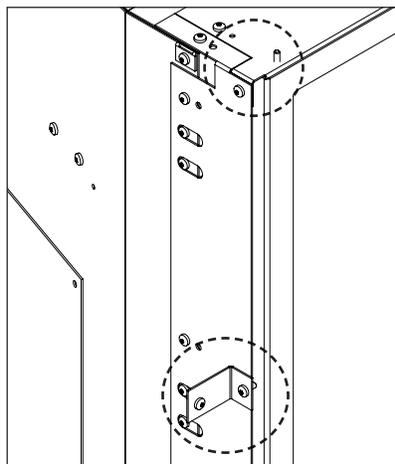

Figure 41: Panneau de support installés et Pin Localisation
1. En utilisant le matériel fourni installer un panneau support Trimmable, sur sa jambe courte, sur chaque côté de la poêle à l'aide d'un tournevis Torx T-20. Voir la figure 41 pour l'emplacement de la vis et de l'orientation du support.
2. Installez le panneau Trimmable, AVEC LES BRIDES VERS L'EXTÉRIEUR, sur les extensions latérales et en face des supports du panneau en accrochant la bride supérieure du panneau sur les broches d'alignement sur le dessus du Top Extension (Voir Figure 41).